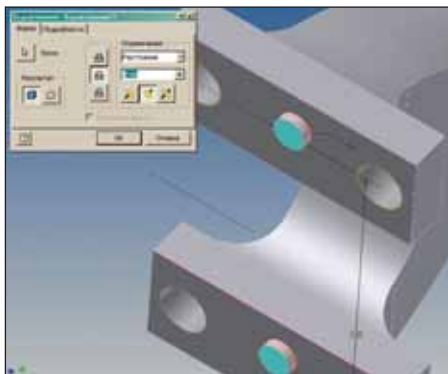

Рис. 43
59. Указать контуры, как изображено на рис. 43, ввести расстояние, равное 8 мм, нажать кнопку *Вычитание*  и кнопку , а затем *ОК* (рис. 43 и 44).